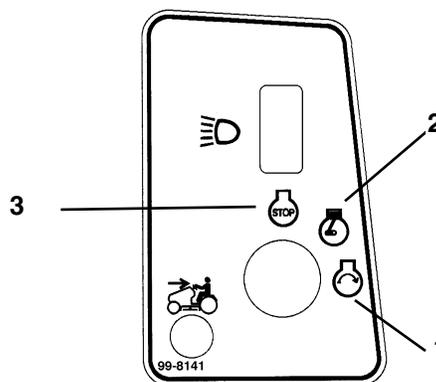

Fig 9
5. Girate la chiave di accensione in senso orario e tenetela in posizione "START" (Fig. 9). Quando il motore si avvia, rilasciatela.
2. Girate la chiave di accensione in posizione "OFF" (Fig. 9).